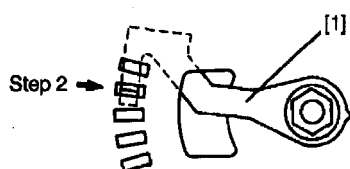

图 3-2 调节杆的位置
- (1) 根据第四章所述取下打印机的机械部份。
- (2) 拧松螺母[2]。
- (3) 利用小插杆插入 $\varnothing 2.5\text{mm}$ 孔[7]中来转动字车轴[8]，用以调校打印头在左端与滚筒的间隙。把插杆拨向滚筒为收紧；反方为放宽。
- (4) 完成左边的调校后，固定小插杆的位置并转动字车轴套环[9]来调校右端的间隙。
- (5) 调校完后，将调节杆[1]设置如图 3-2 的位置，然后拧紧螺母[2]。
- (6) 装上色带导片。